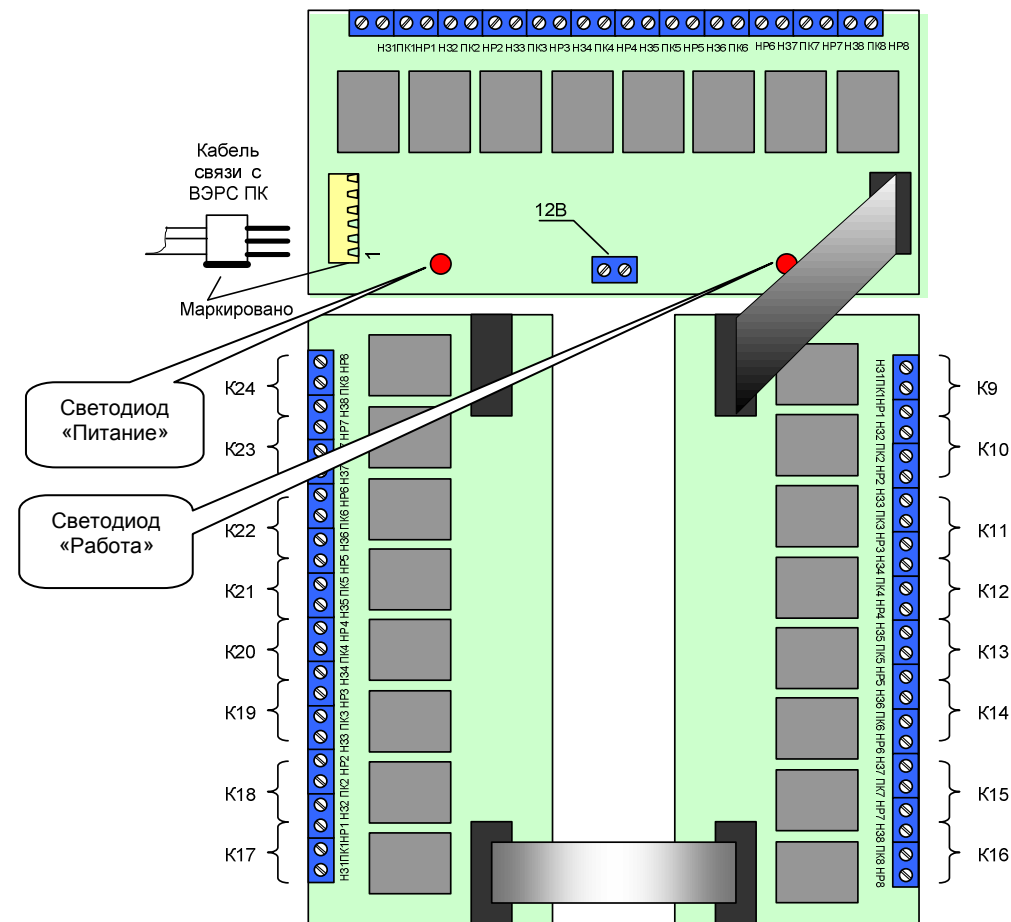

Рис.2
Расположение разъема кабеля 6.090.008-10 при подключении к блоку БРУ показано на рис.2.
8.7. При электромонтаже внешних устройств, подключаемых к БРУ, используйте рис.2, где приведено расположение клемм «К1» ... «К24», и данные табл.1, где приведены состояния реле в зависимости от режима работы прибора.